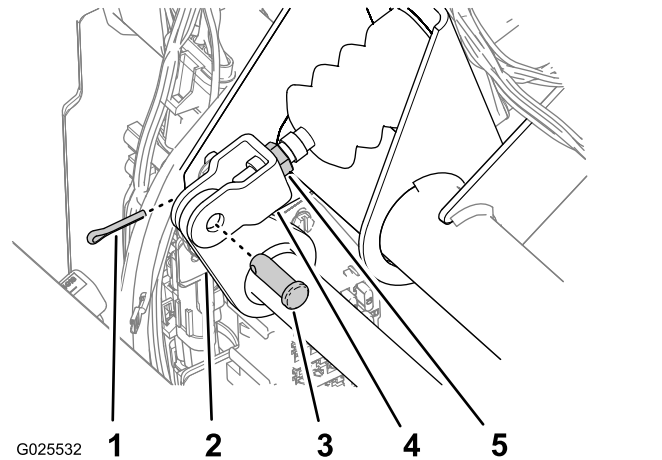

図 76
- 2. マスターシリンダのヨークをブレーキペダルのピボットに固定しているコッターピンとクレビスピンを取る 図 76。
4. ヨークをマスターシリンダ・シャフトに固定しているジャムナットをゆるめる 図 76。
5. ヨークを調節してヨークの穴とブレーキペダルのピボットの穴を揃える 図 76。
6. ヨークをペダルのピボットに固定する クレビスピンとコッターピンを使用 図 76。
7. ヨークをマスターシリンダのシャフトに固定しているジャムナットを締める 図 76。